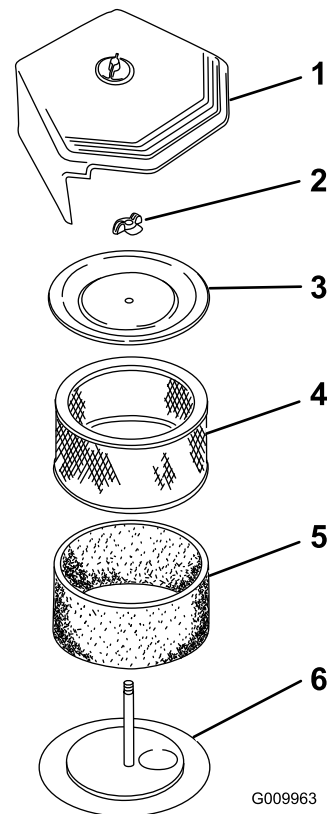

Figura 44
3. Afloje el pomo de retención de la tapa y retire la tapa (Figura 44).
6. Retire la tuerca de la tapa del filtro de aire y la tapa (Figura 44).
2. Lave el filtro prelimpiador con agua templada y detergente (Figura 44).
2. Instale el prelimpiador (asegúrese de que está aceitado) en el elemento del filtro de aire (Figura 44).
3. Instale el elemento del filtro de aire en la base (Figura 44). Asegúrese de que está bien asentado.
4. Instale la tapa del elemento del filtro de aire y fíjela con la tuerca de la tapa del elemento (Figura 44).